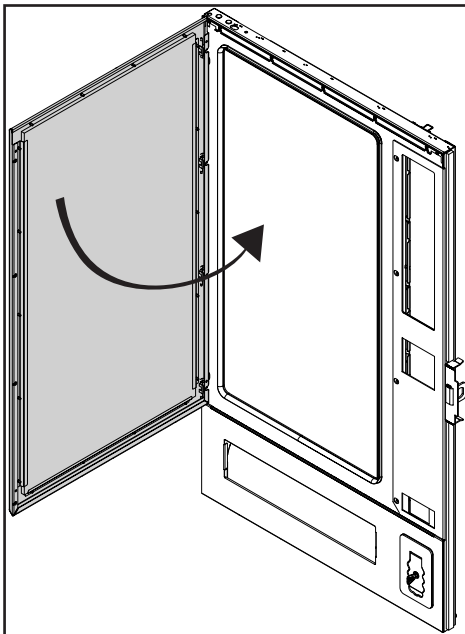

Bild 34
1. Schlagschutz schließen (Bild 34).